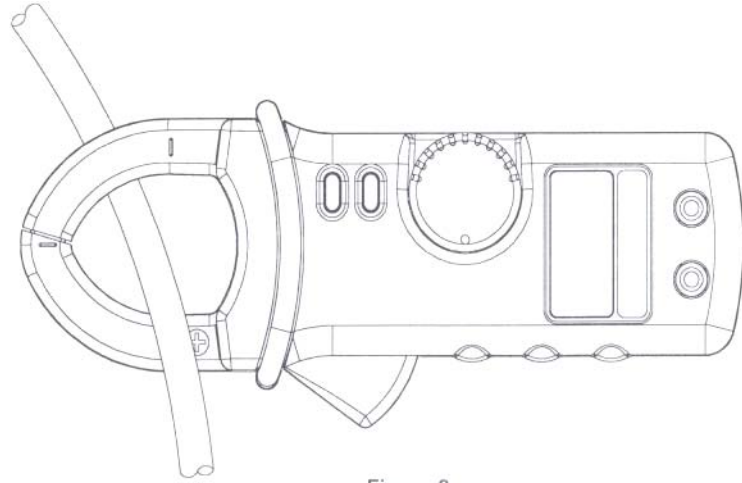

Figure 2
4. Pour la mesure de courant continu, la valeur affichée est positive lorsque le courant circule du haut vers le bas de l'instrument (cf. Figure 2).